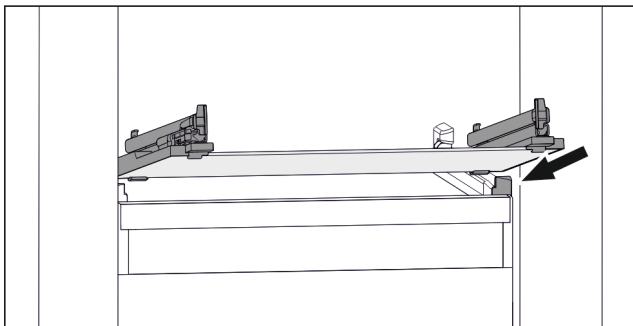

Fig. 110 Rappresentazione esemplificativa del ripiano in vetro
- ▶ Applicare il ripiano in vetro obliquamente dietro i fermi. (vedere Fig. 110)